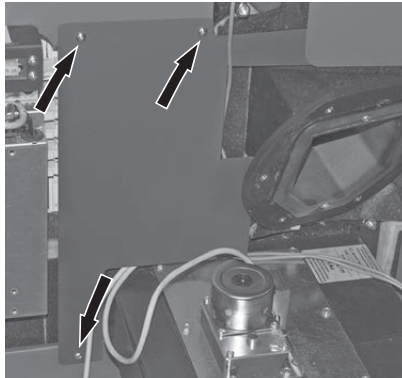

Fig. 248 Abdeckung über die Zugentlastungen
- ▶ Abdeckung über Zugentlastungen mit 3 Blechschrauben anschrauben – Fig. 248.